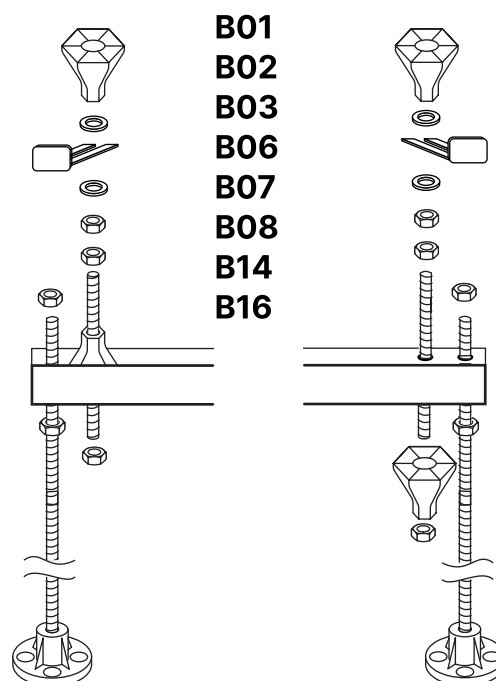

рисунок 3
- 2.3. Установите Г-образный держатель экрана (B14) на шпильки (B02) с помощью двух шайб (B16) и одной гайки (B06) на ножки, к которым будет крепиться экран - *рисунок 3*.